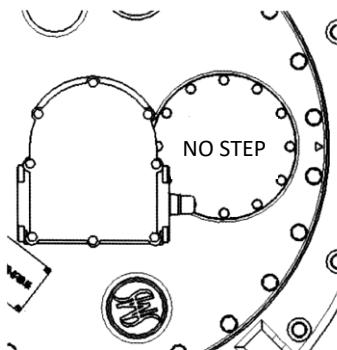
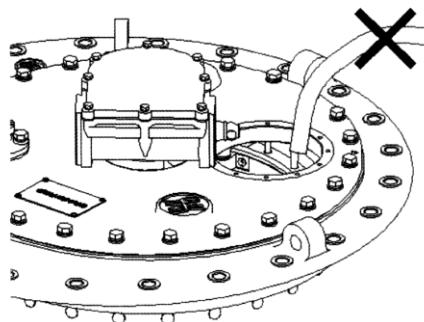

Рисунок 42 Не наступать на предохранительную мембрану
Рисунок 43 Не заливать масло через предохранительную мембрану
3. Не наступайте на предохранительную мембрану. Запрещается заливать масло через отверстие предохранительной мембранны (Рисунок 42, Рисунок 43).